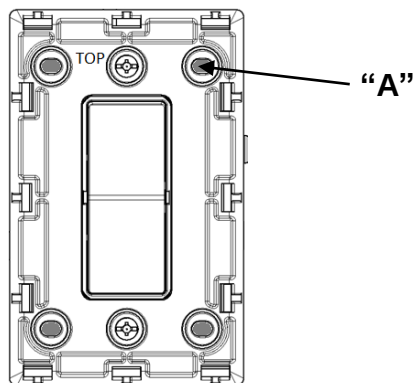

Fig. 1
- ◆ For mounting to a single gang box with (2) center screws only, skip this step and go to step 3.
- ◆ For mounting to a FS or FD weatherproof box, Punch to open the holes "A" in (4) corners. (see Fig.1)
- ◆ Pour le montage dans une boîte simple avec (2) vis centrales seulement, sauter cette étape et aller à l'étape 3.
- ◆ Pour le montage dans une boîte FS ou FD à l'épreuve des intempéries, perforer les trous "A" dans les (4) coins. (Consulter la Fig. 1)